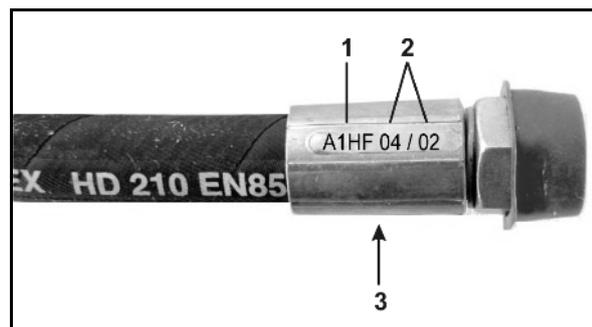

Fig. 80
2. Abrir la corredera dosificadora por medio de la palanca reguladora (Fig. 80/1).
4. Desplazar la palanca reguladora por la escala (Fig. 80/3) hasta que tope con el perno.
5. Fijar la palanca reguladora (Fig. 80/2) con empuñadura de giro.
6. Soltar el tornillo hexagonal (Fig. 80/6). (Posicionar el indicador Fig. 80/5) en el valor **"8" de la escala** y fijarlo con un tornillo hexagonal. El indicador se lee por este lado: (Fig. 80/4).